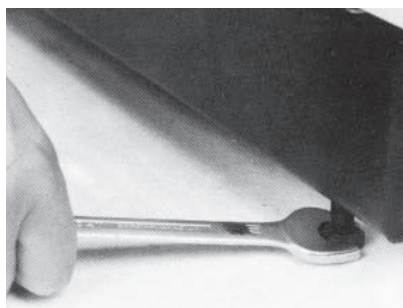

Fig. 3 Viti di regolazione
1. Assemblare la VestoWIN e il Modulo Porta Accessori nella configurazione d'installazione desiderata. Regolare l'altezza dei due apparecchi mediante le viti di regolazione (fig. 3). Il montaggio è più facile, se gli apparecchi non sono completamente addossati alla parete.